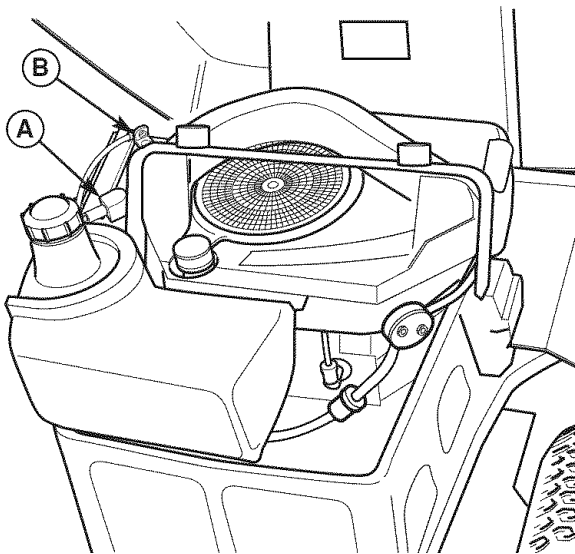

Figura 21. Compartimiento del Motor
1. Desconecte los cables de la batería, primero el cable negativo (B, Figura 21).
6. Reconecte los cables de la batería: primero conecte el cable positivo (vea A, Figura 21), luego conecte el cable negativo (B).